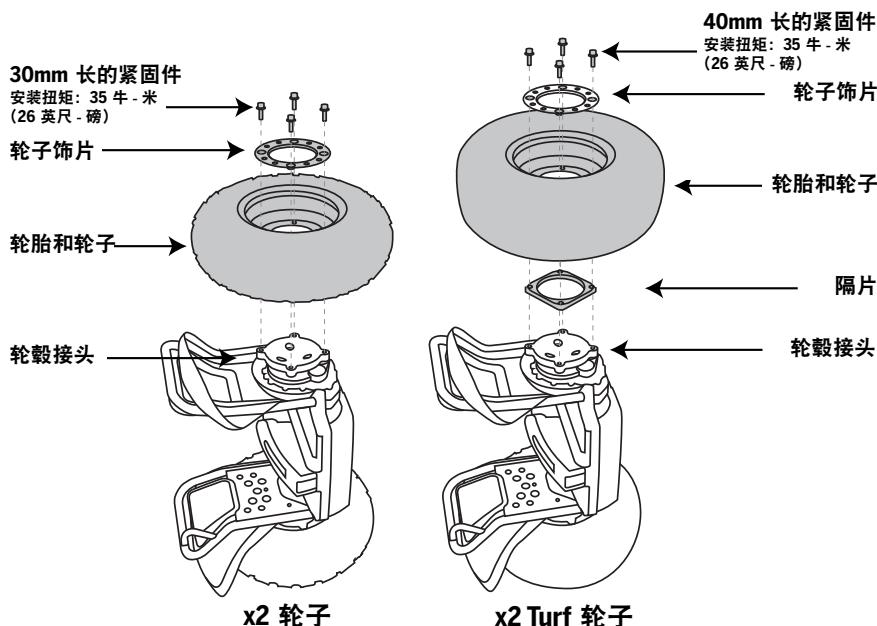

图 1. 拆卸或安装轮胎 / 轮子组件
- 要拆卸轮胎 / 轮子组件、轮子饰片和隔片（仅限 x2 Turf），请将 Segway PT 向侧面翻倒，使要拆卸的轮子朝上，另一轮子放在干净、平整的表面上。请参见图 1。
- 用 8mm 六角扳手卸下 4 个紧固件。抓住轮子不要让其转动。提起轮子，清理轮子安装面上的所有异物。对于 x2 Turf：同时提起隔片。请参见图 1。
- 要重新安装轮胎 / 轮子组件和饰片，请将轮子放在轮毂接头上，使气门桩朝外。对于 x2 Turf：将隔片放在轮毂接头上，然后将轮子放在隔片上。请参见图 1。